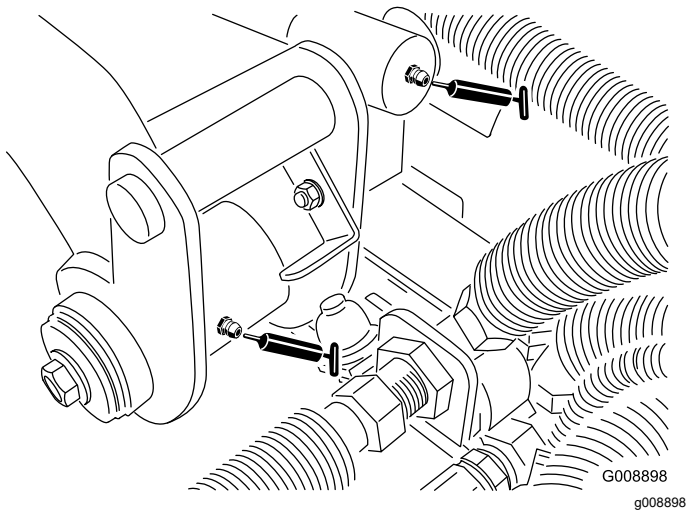

Bild 60
- Hintere Hubarm-Drehbüchsen und Hubzylinder (2) (Bild 60)